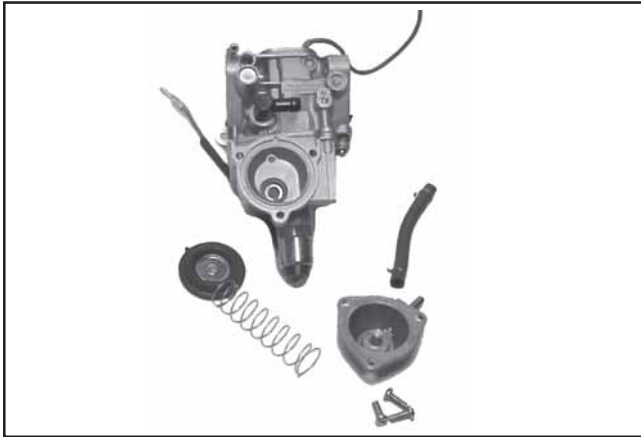

Figura 5-27. Coperchio della pompa acceleratore e membrana smontati.
2. Rimuovere le tre viti che fissano il coperchio all'alloggiamento della pompa acceleratore. Rimuovere il coperchio, la molla e la membrana. Vedere Figura 5-27.